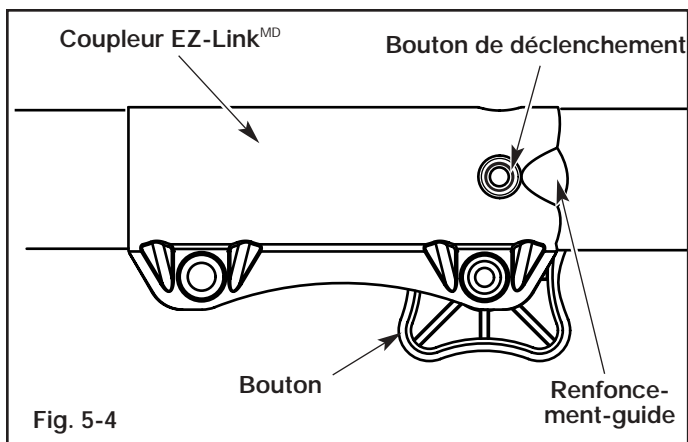

Fig. 5-4
1. Dévissez le bouton vers la gauche (Fig. 5-4).
REMARQUE: aligner le bouton de déclenchement avec le renforcement-guide facilitera l'installation (Fig. 5-4).